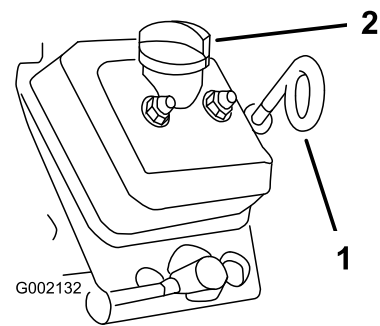

Figura 32
3. Curății cu o lavetă zona din jurul jojei de ulei și capacului de umplere (Figura 32) astfel încât să nu poată pătrunde murdărie în tubul jojei sau gâtul de umplere cu ulei și deteriora motorul.
4. Scoateți joja și tergeți-o (Figura 32).
5. Glisați joja în tub și asigurați-vă că este introdusă complet (Figura 32).
8. Montați capacul de umplere (Figura 32).
9. Montați joja de ulei și strângeți-o bine (Figura 32).